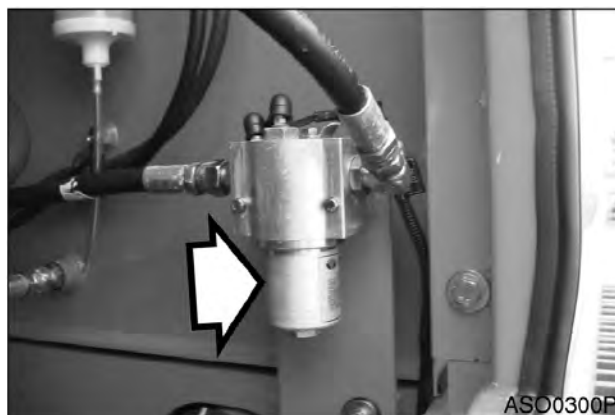

Рис. 54
3. Определить место расположения узла пилот-фильтра системы. См. рис. 54.